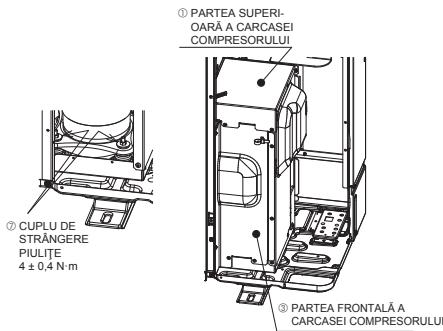

Fig. 4-2
- După demontarea pieselor fixate ale COMPRESORULUI, asigurați-vă că strângeți piulițele și că readuceți PARTEA SUPERIORĂ A CARCASEI COMPRESORULUI și PARTEA FRONTALĂ A CARCASEI COMPRESORULUI în poziția inițială. (Fig. 4-2)